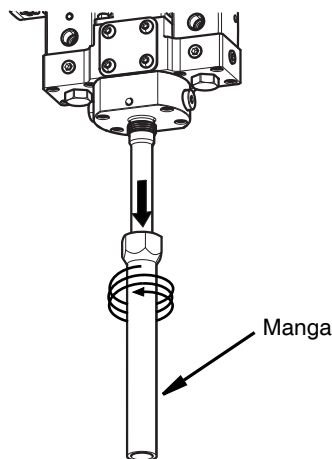

FIG. 20
4. Remova a manga da Válvula de Mistura Dinâmica Voltex. Consulte a FIG. 20.